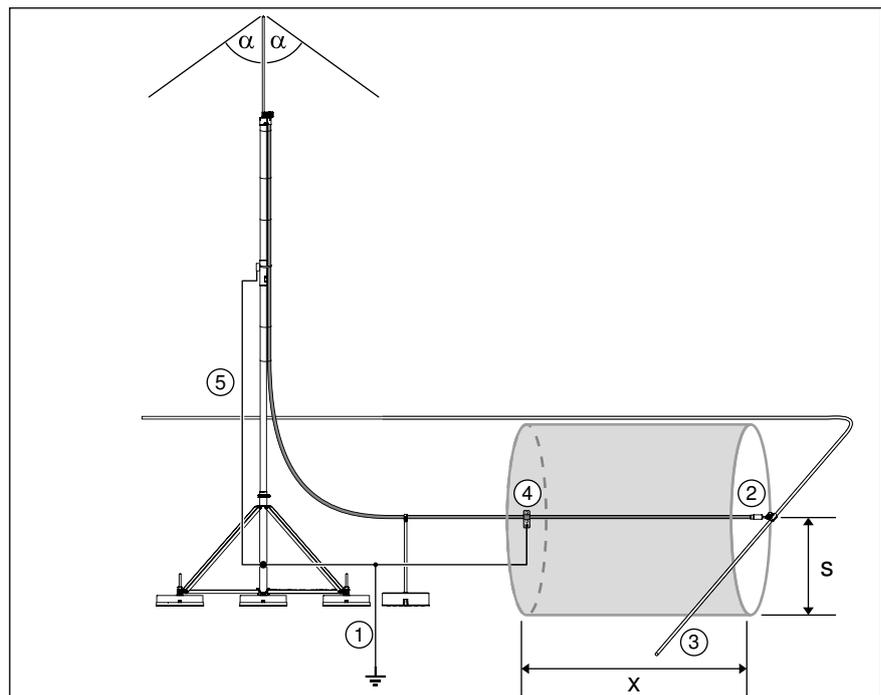

Abb. 56: Mindestabstand (x) zwischen Anschlusselement und Potentialausgleich
Die schwarze, schwach leitfähige Schicht der isCon®-Ableitung muss in den Schutzpotentialausgleich des zu schützenden Objektes (siehe Abb. 56 Nr. ①) eingebunden werden. Dabei ist wichtig, dass zwischen dem Anschlusselement der isCon®-Ableitung ② an der blitzstromführenden Leitung ③ und der davor liegenden Potentialanschlussklemme ④ ein bestimmter Mindestabstand (x) eingehalten wird, um eine Gleitentladung entlang der hochspannungsfesten isCon®-Ableitung zu verhindern.
- Positionieren Sie im Bereich vom Potentialanschluss zum Anschlusselement in einem Umkreis vom berechneten Trennungsabstand s (siehe Abb. 56) keine elektrisch leitfähigen oder geerdeten Teile. Dazu gehören z. B. metallische Konstruktionsteile, Leitungshalter und Armierungen.